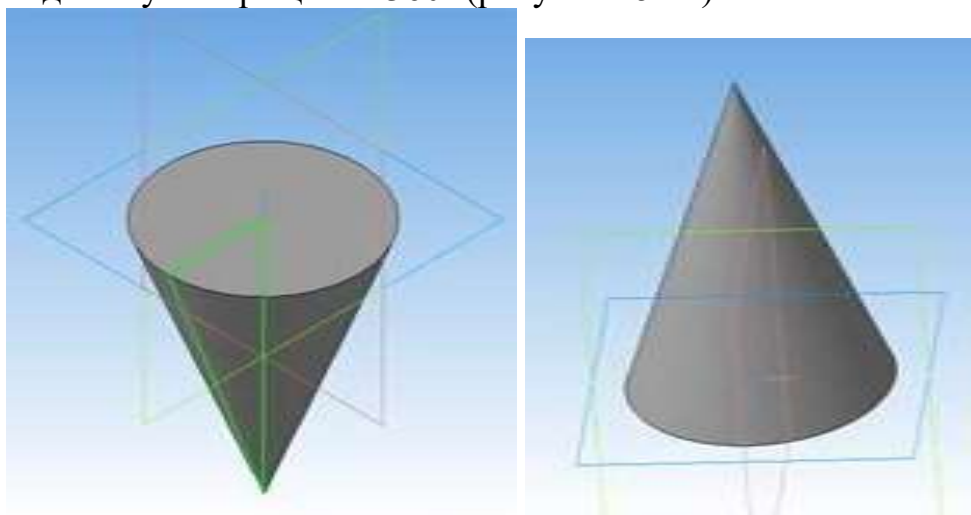

Рисунок 15.14 – Построение конуса
9. На панели свойств команды **вращение** выберите **способ построения – сфероид**, **прямое** направление вращения из списка **направление** на панели свойств и задайте угол вращения  $360^{\circ}$  (рисунок 15.14).